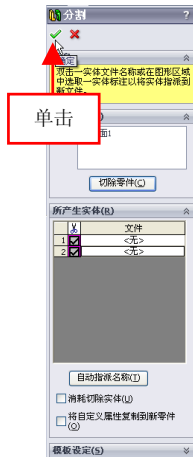

图 6-27 单击【确定】按钮
(4) 在【所产生实体】选项区中, 勾选 1、2 选项, 单击【确定】按钮 , 如图 6-27 所示。